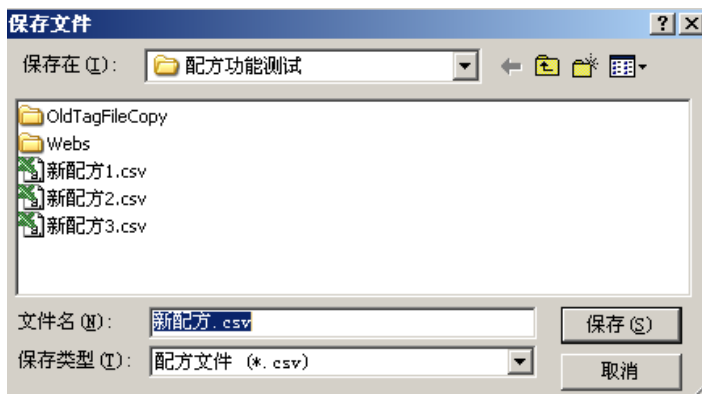

图 15.4 保存配方
- ◇ **保存：**将配方文件保存到当前工程路径下。对于新建的配方第一次进行保存时，文件默认路径为当前工程路径，如图 15.4 所示。